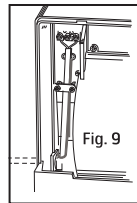
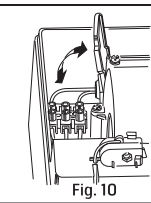

Fig. 9
Fig. 10
5. Elektrisk tilslutning skal udføres af en autoriseret installatør iht. til koblingsskema, fig 3a/3b. Tilslutning sker i række-klemmen på ventilatorens bagplade, fig 10. Strømforsyningskablet føres ind i hullet på bagsiden, fig. 9, eller ind fra siden ved samme hul, hvor plasten er tyndere til hulsikring.